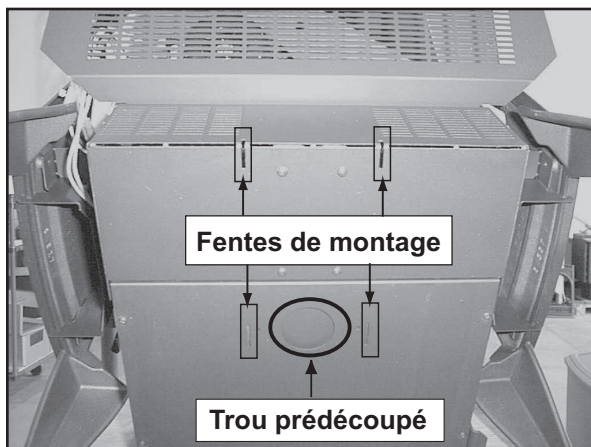

Figure 9.1
- La **figure 9.1** représente le dessous du support de la soufflerie de convection et l'ouverture prédécoupée pour l'arrivée d'air, à titre indicatif uniquement. Le circuit d'arrivée d'air doit être installé lorsque le poêle se trouve en position verticale.